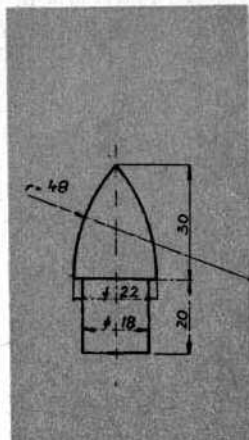

Рис. 15
18. ДЕМОНТАЖ ЗАДНЕЙ КАЧАЮЩЕЙСЯ ВИЛКИ (РИС. 15)
Сборка выполняется следующим образом: резиновый блок (34) засунуть в качающуюся вилку и во втулку вложить направляющую оправку (см. рис. 15). Втулку (33) немножко смазать жидким клеем и напрессовать ее в резиновый блок. Под ушко качающейся вилки необходимо подложить какой-нибудь прямой предмет, чтобы не выпрессовать резиновый блок при установке в него втулки.